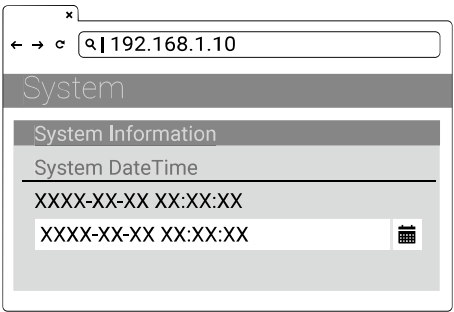

Figure 4-13. Sélection de la date/heure
- 4) Sélectionner le bouton calendrier sur la droite pour régler la date et l'heure actuelles. Se référer à la figure 4-13 ci-après.